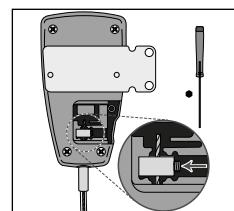

Fig. 6
5. Draai met de inbussleutel de zekeringsschroef van het kabel eindblokje twee à drie omwentelingen los en verwijder het blokje van de binnenkabel (**zie fig. 6**).